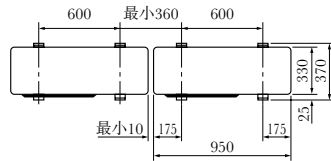

Fig. 4-1
- 请将机组安装于稳固、水平的表面上，避免运作时发出噪声。(Fig. 4-1)